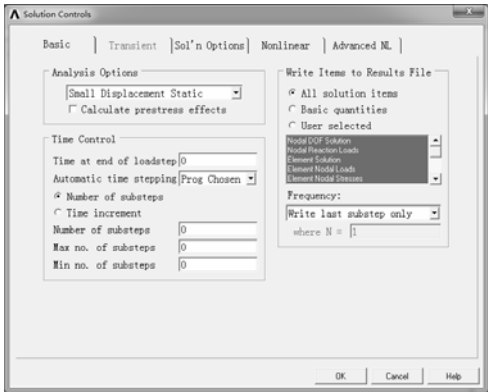

图 6-3 “Solution Controls” 对话框
- (2) 进行求解控制设定 选择“Main Menu>Solution>Analysis Type>Sol’n Controls”命令，弹出“Solution Controls”对话框，在“Basic”选项卡中的“Analysis Options”选项组中选择“Small Displacement Static”（小位移静力问题），“Write Item to Results File”选项组中选择“All solution items”（对所有求解的内容进行全部输出），如图6-3所示。
- (3) 施加载荷 在结构静力学分析的所有载荷中，惯性载荷独立于模型。除此之外，既可在实体上加载（关键点、线、面），也可在有限元模型上加载（节点、单元）。结构静力学分析中可以使用如下载荷。